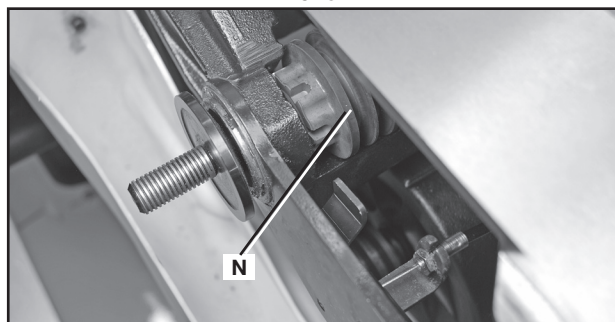

FIG. 88
6. Instale la correa nueva en las estrías de la polea del eje (N), Fig. 88, y la polea del motor. (NO SE MUESTRA).